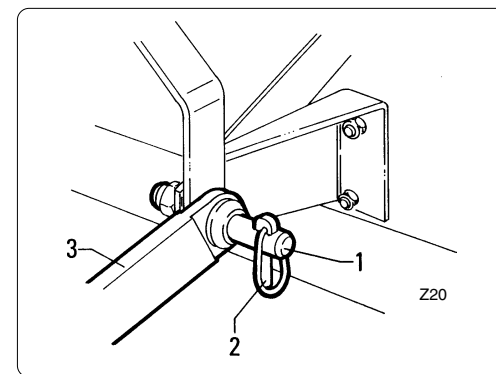

fig. 4.1.1
- Les fixer avec les goupilles de sécurité "2" fig. 4.1.1.
- Mit den Sicherheitssplinten "2" befestigen, Abb. 4.1.1.